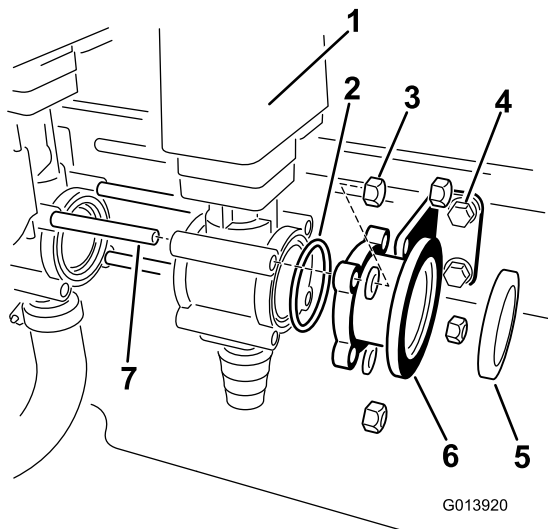

図 6
8. 付属部品に入っている O リングを、エダクタバルブの開口側に取り付ける (図 6)。